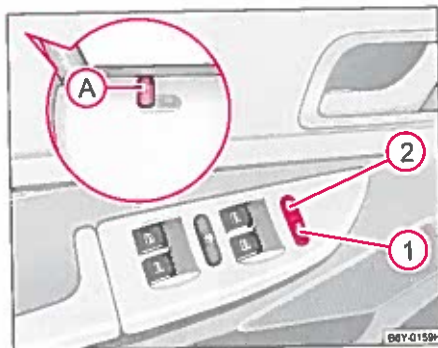

Fig. 23 Knapper til centrallås
Ved åbning eller låsning bevæger låseknappen (A) i døren sig enten op eller ned ⇒ side 41, fig. 23.
- med sikringsknapperne i fordørene Ⓐ ⇒ side 41, fig. 23 (kun låsning),
Hvis safe-låsningen er deaktiveret, blinker kontrollampen ved siden af låseknappen  i førerdøren ikke ⇒ side 41, fig. 23. Dette gælder dog ikke, hvis tyverialarmanlægget* er aktiveret, idet kontrollampen viser at anlægget er aktivt.
- Tryk knappen ① ⇒ fig. 23 ned eller tryk låseknappen A i fordøren ned.
- Tryk på knappen ② ⇒ fig. 23.
- På tegningen ⇒ fig. 23 vises betjeningen af vogne, som er udstyret med vindues komfortbetjening* ⇒ side 46. ■